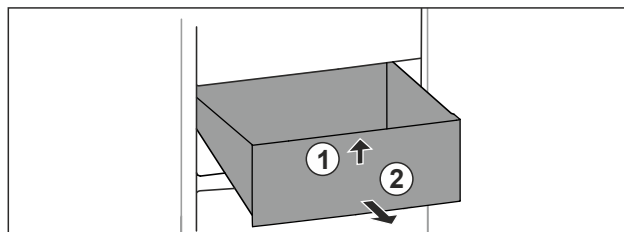

Fig. 56
- ▶ Predal spredaj dvignite. Fig. 56 (1)
- ▶ Predal vzemite ven v smeri naprej. Fig. 56 (2)